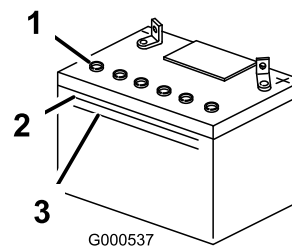

Figure 43
1. Observez le côté de la batterie. Le niveau de l'électrolyte doit atteindre le trait **supérieur** (Figure 43). Le niveau d'électrolyte ne doit pas descendre au-dessous du trait inférieur (Figure 43).
3. Enlevez les bouchons d'aération de la batterie (Figure 43).
4. Versez de l'eau distillée avec précaution dans chaque élément jusqu'au repère supérieur (Figure 43) sur le côté de la batterie.
5. Attendez 5 à 10 minutes après avoir rempli les éléments. Au besoin, ajoutez de l'eau distillée pour amener le niveau jusqu'au repère supérieur sur le côté de la batterie (Figure 43).